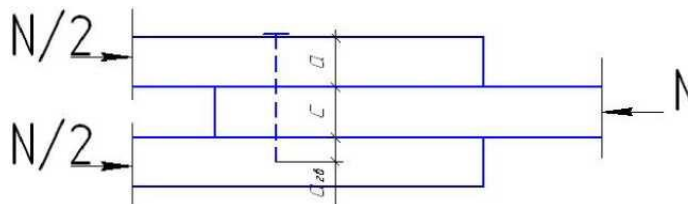

Рис. 1. К определению расчетной длины гвоздя
1. Определяем расчетную длину гвоздя (рис. 1)
Задание: рассчитать соединение 3 досок на гвоздях. Уровень ответственности здания - повышенный. Диаметр гвоздей - 4мм. Длина гвоздей – 100 мм. Действующая сила - 10 кН. Толщина досок – 40 мм. Схема соединения показана на рис. 1.